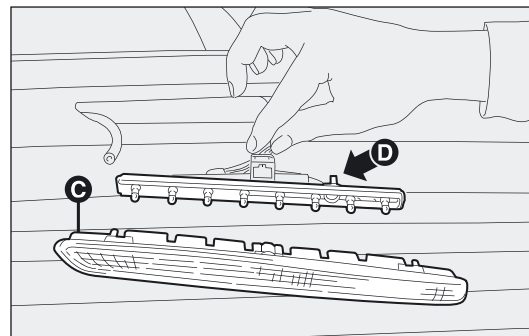

fig. 177
### DERDE REMLICHT fig. 177
- ☐ druk op de borglippen en verwijder het lampenglas C-fig. 177;
- ☐ druk de lippen D-fig. 177 naar elkaar en verwijder de lamphouder;